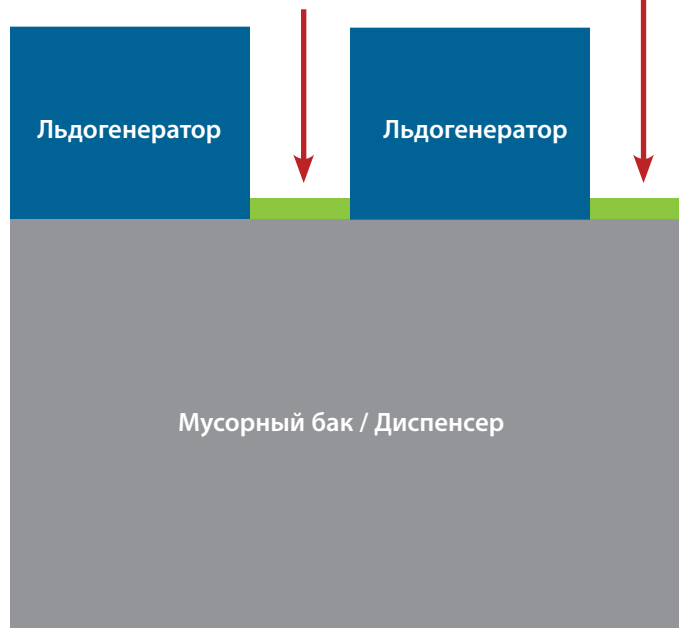

Рис. 6. Льдогенераторы установлены с обеих сторон контейнера.
- Льдогенераторы TCIM с обеих сторон (конфигурация 2; см. рис. 6)